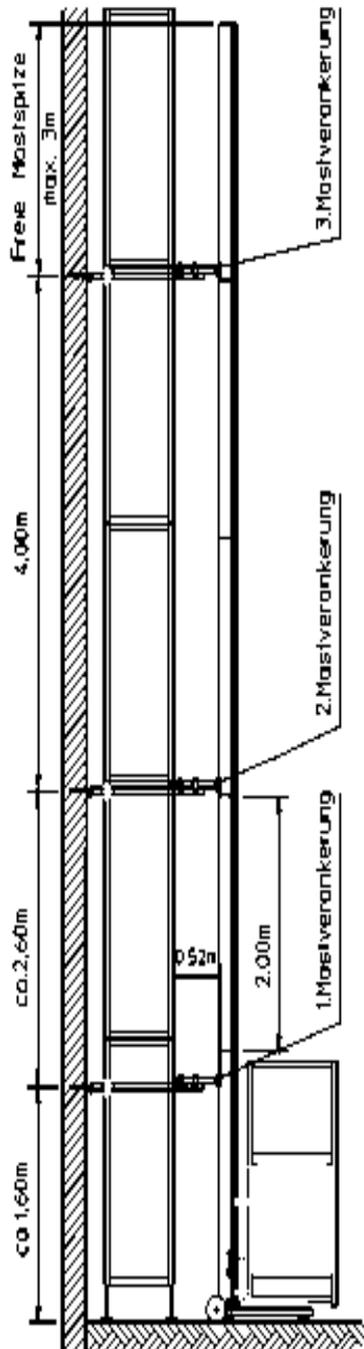

Abb. 4:
Montieren Sie in gleicher Weise weitere 2,00 m Masten und befestigen Sie diese in 4,00 m Abstand (siehe Abb. 4).
1. Montieren Sie die erste Mastverankerung in ca. 1,60 m, die Zweite ca. 2,60 m über der ersten Mastverankerung. Danach betragen die Verankerungsabstände 4,00 m, d.h. unterhalb jeder zweiten Gerüstetage (siehe Abb. 4).